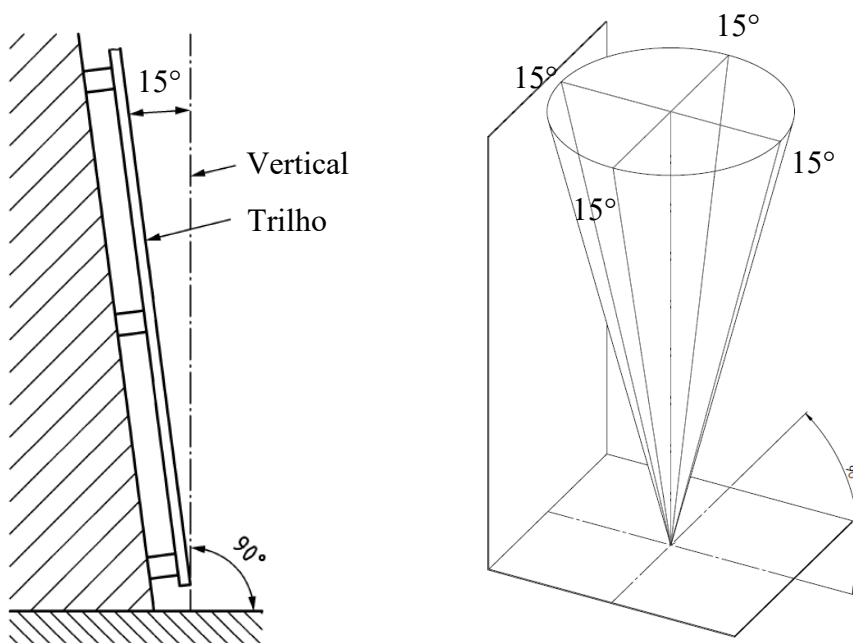

Figura 23: Ângulo de inclinação
- O ângulo máximo de inclinação do trilho-guia reto é de $\pm 15^\circ$ em relação à vertical (ver Figura 23: Ângulo de inclinação)